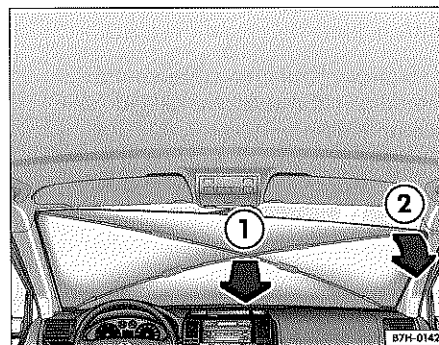

Fig. 44 Retirar el cubreventanas del parabrisas
- Doble un poco las varillas de fibra de vidrio ⇒ fig. 44 ①.
- Tire del lado derecho del cubreventanas aprox. 15 cm hacia atrás y retírelo ②.